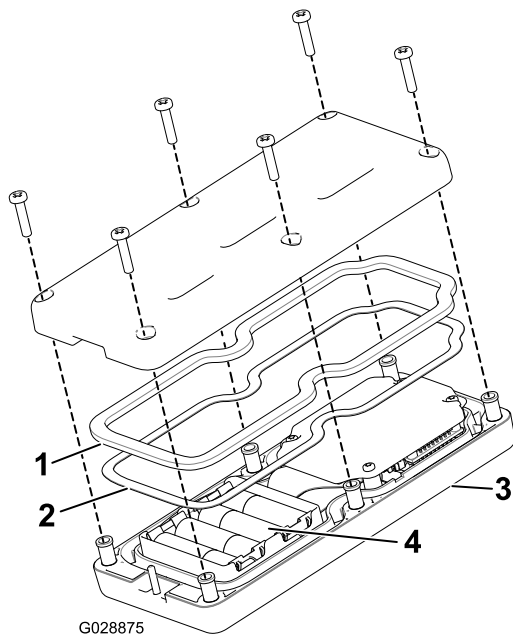

图 38
3. 从遥控器后面卸下 6 个螺钉然后取下后盖 图 38。
- 将四节新电池逐一放入电池端子仓位注意按照正确的电池极性放置。如果放置不正确遥控器不会发生损坏但遥控器无法操作。电池端子仓位分别带有正负极标志 图 38。
- 如果您意外拆掉了橡胶密封件和钢垫片请小心将它们放回手持遥控器的槽内 图 38。
- 放回后盖并用先前卸下的 6 个螺丝固定 图 38 上紧螺丝扭矩至 1.51.7N·m。